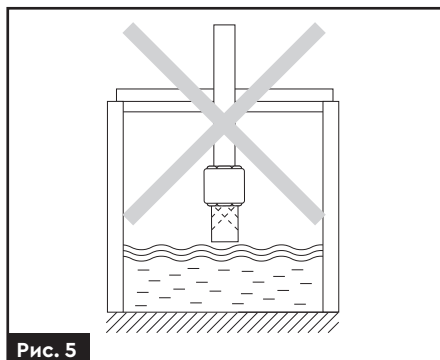

Рис. 5
- Зворотний клапан з фільтром грубого очищення не має бути на рівні або вище за дзеркало води (**рис. 5**).